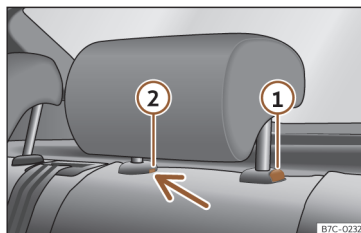

Fig. 94 Encostos de cabeça traseiros desmontagem.
- Pressione o botão >>> Fig. 94 ①, pressionando ao mesmo tempo através do orifício da trava de segurança ② com uma chave de fendas plana com um máximo de 5 mm de largura e retire o encosto de cabeça.